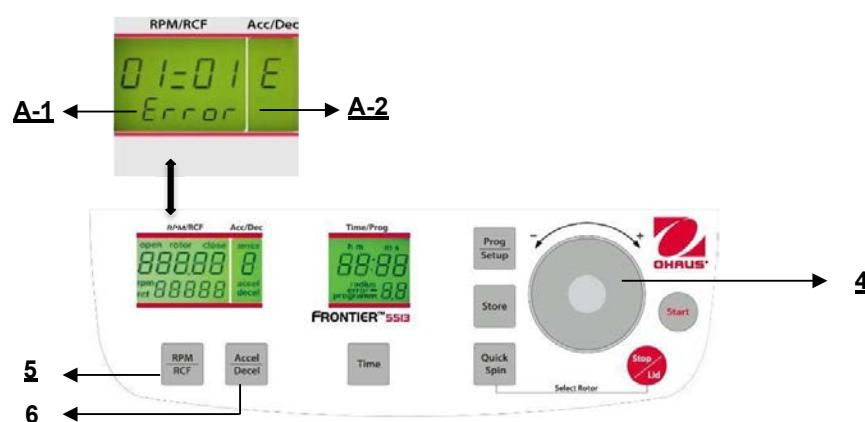

Abbildung. 31
Fahren Sie fort wie unter Punkt 4.1.2 beschrieben, um in den Programmmodus einzutreten und drücken Sie dann die Taste **"Accel/Decel"**(6). Auf der Anzeige blinkt "**Acc/Dec**" (A-2) das Wort **"Service"**. Wählen Sie nun den Buchstaben **"G"** mit Hilfe des Anpassungs Wählachscheibe (4). Als Ergebnis erscheinen auf der Anzeige **"RPM/RCF"** (A-1) die Worte **"SonGo/Sound"**. Nach dem Drücken der Taste **"RPM/RCF"** (5) können Sie mit Hilfe des Anpassungs Wählachscheibe (4) ein Lied auswählen. (Siehe Abbildung 31).